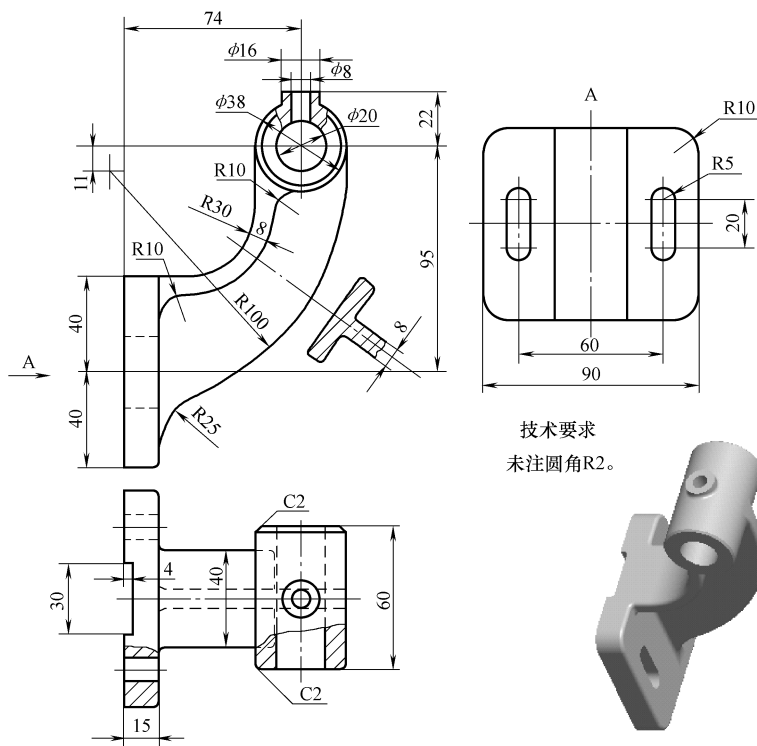

图 5-45 脚踏座
(6) 创建如图 5-45 所示的脚踏座模型，文件名为“xiti5-2-6. prt”。